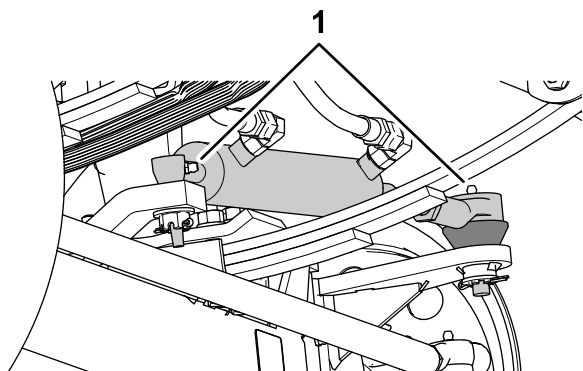
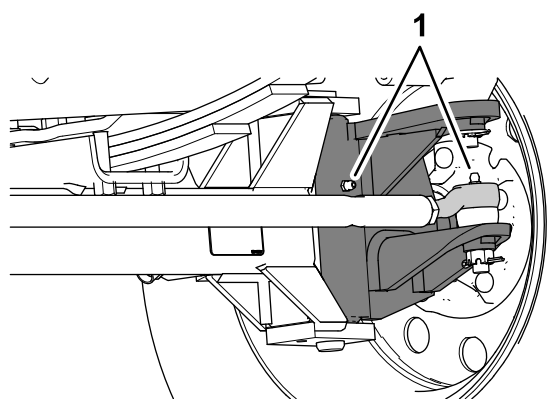

Figura 63
Figura 64
1. Pulite con un panno i raccordi di ingrassaggio (Figura 63 e Figura 64).
2. Pompate del grasso nel raccordo di ingrassaggio (Figura 63 e Figura 64).
Nota: La posizione dei raccordi di ingrassaggio è illustrata nella Figura 63.